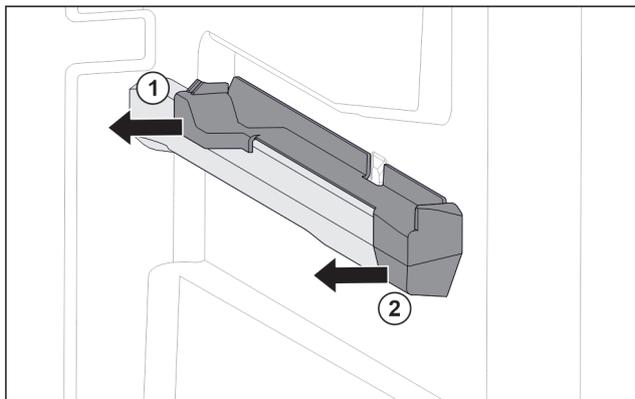

Fig. 25 Élément emboîtable sur la nervure de récipient droite
- ▶ Le retirer sur le côté par l'arrière. Fig. 25 (1)
- ▶ Le retirer sur le côté par l'avant. Fig. 25 (2)